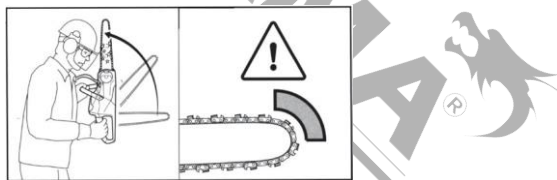

Fig. 2
- Placer la chaîne dans la rainure du guide et se référer à la marque de la flèche sur le corps principal de la scie à chaîne pour la direction du bord de la lame, puis insérer le trou fixe du guide dans la colonne fixe du guide comme indiqué sur la figure 2. (Remarque : les deux côtés du guide peuvent être installés)
- Serrez le couvercle du réservoir d'huile et pressez le couvercle souple une fois avant l'utilisation, comme indiqué sur la figure 2.
- Tenez la poignée avec votre main, appuyez sur le bouton de verrouillage avec votre pouce et appuyez sur la gâchette avec votre index, la machine démarre normalement. Figure 2.